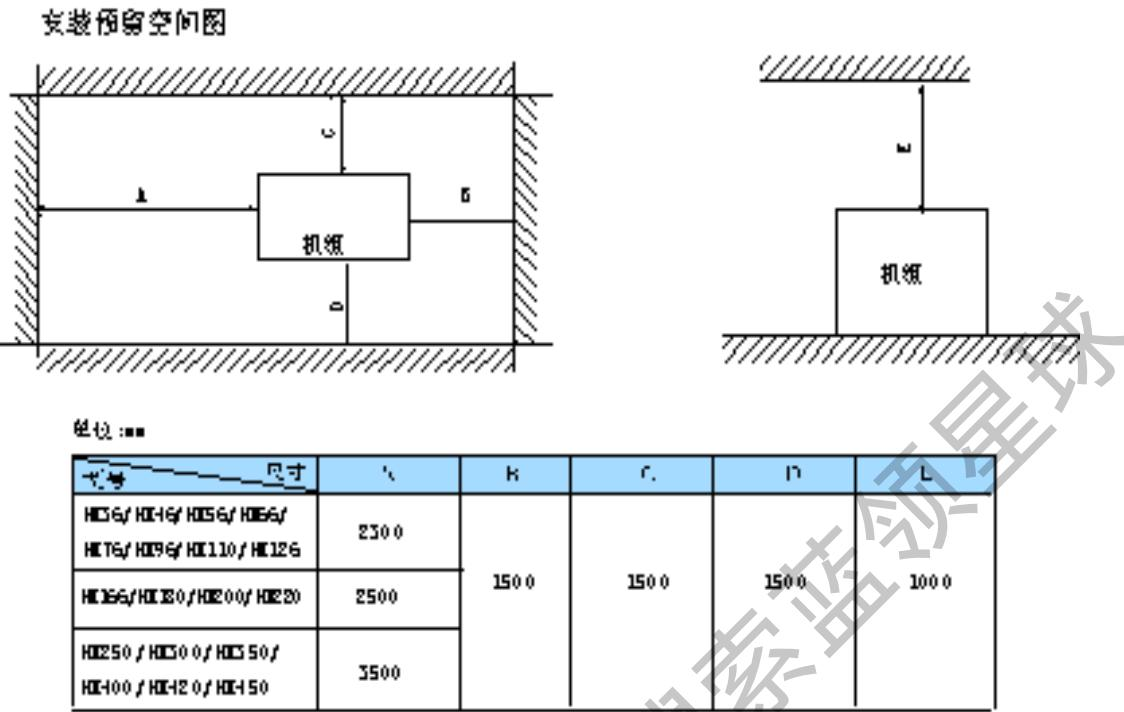

图 1 预留空间图
- 4、机房应有足够的空间以便机组的安装和维修保养；机房应有足够的拔管空间；同时压缩机上方不应敷设管道及线管。空间要求见图 1。